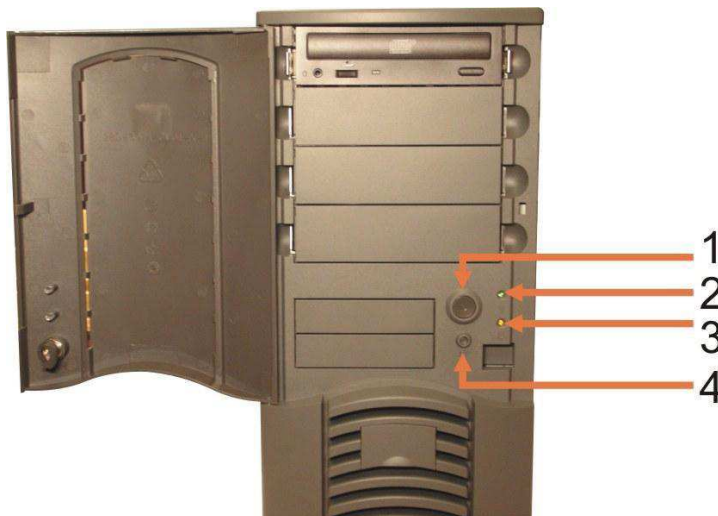

Рис. 1 Лицевая сторона СБ ПЭВМ VIDEOMAX-URM
4. Нажмите кнопку включения СБ ПЭВМ VIDEOMAX-URM на передней панели (Рис. 1)